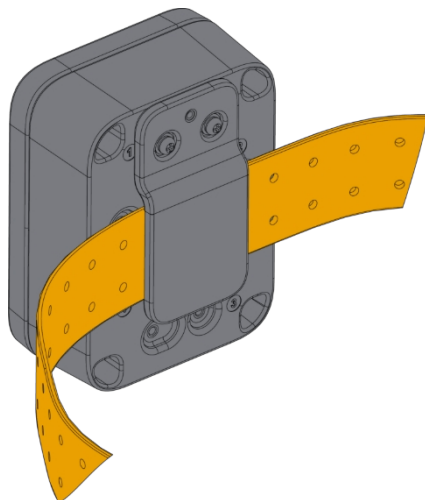

Abbildung 21: Befestigung des Gehäuses am Gürtelclip
3. Befestigen Sie das Unify-Gehäuse abschließend direkt am Gürtel, wie in **Abbildung 21** dargestellt.